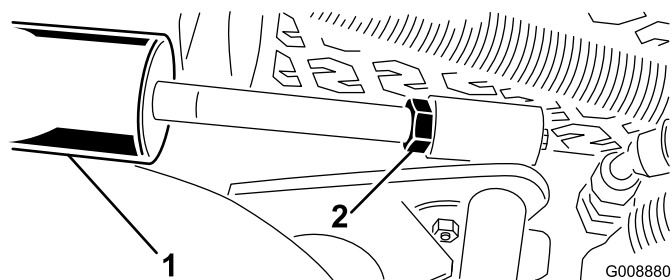

Figura 14
- A. Baje las unidades de corte y afloje la contratuerca del cilindro (Figura 14).